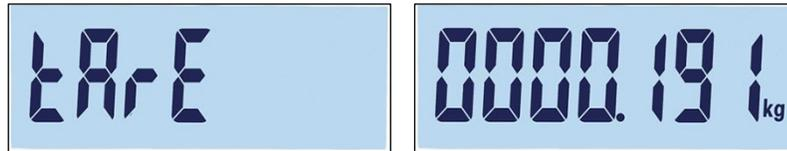

Abbildung 3-50: Bildschirme „tArE“ und Einstellung des Tarawertes
6. Am Ende kann ein Tarawert für den Datensatz festgelegt werden (Abbildung 3-50). Drücken Sie auf , um den Datensatz zu bestätigen und die Bearbeitungsfunktion des Datensatzes zu verlassen.